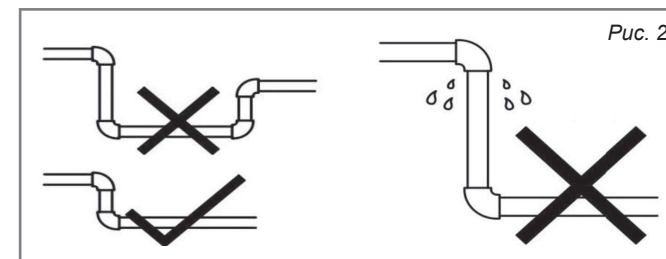

Рис. 2
4. Для обеспечения эффективной работы мини-станции входной трубопровод должен быть как можно короче, иметь не более одного соединения коленчатого типа, герметичен и надежно зафиксирован (рис.2). При наличии более двух соединений коленчатого типа всасывание жидкости будет затруднено или невозможно.